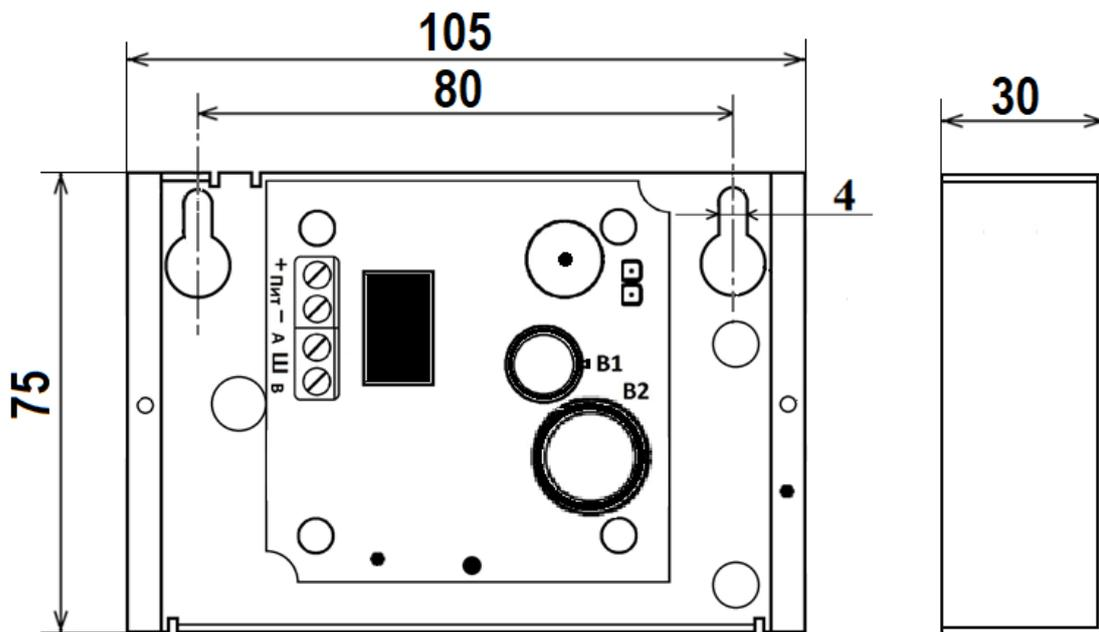

Рисунок 1 - Габаритные и установочные размеры сигнализатора ДГ-1 в металлическом корпусе со снятой крышкой
- в) подсоединить к зажимам «+» и «-» колодки зажимов ПИТ (см. рисунок 1) шлейф питания;